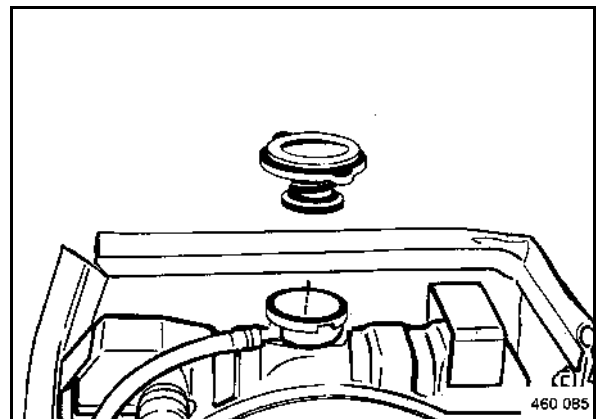

fig. 131
- Retirer le couvercle du radiateur (fig. 131).